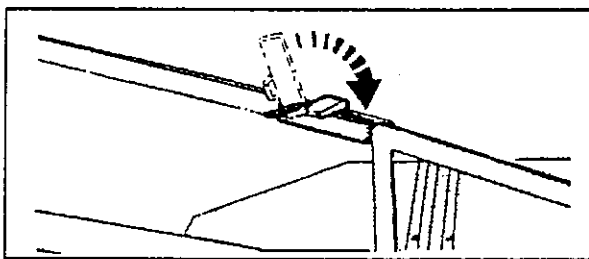

fig. 4-33
8. Insérer le verrou (fig. 4-33) et relever la machine à la position requise pour le déplacement routier.